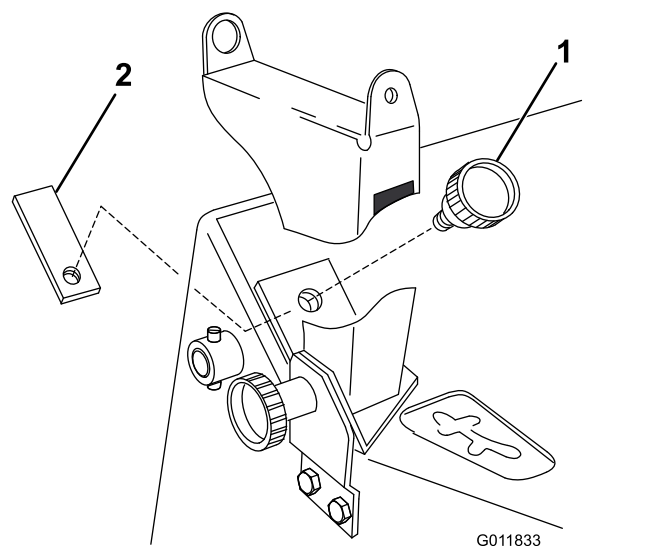

Figure 9
7. Fixez le support d'orientation au panneau de commande à l'aide de l'autre bouton et de la plaque de retenue (Figure 9).